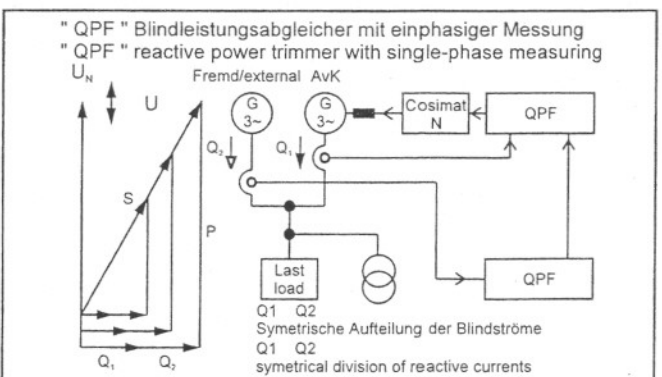

Рис.14 – Дополнительный блок QPF C
**(Рис.14 Дополнительный блок QPF C)**